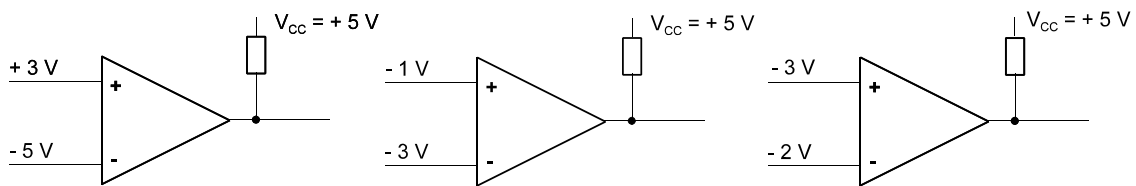

Abb. 9 Comparatoren
30. Welche Ausgangsspannungen ergeben sich an den Comparatoren gemäß Abb. 9?